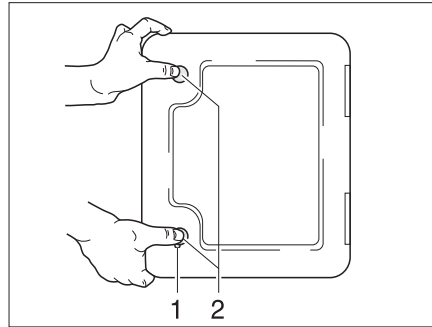

Fig. 32 Trampilla para el inodoro cassette
- Introducir la llave en el cilindro de cierre del cierre a presión (Fig. 32,1) y girarla un cuarto de vuelta.
- Presionar ambos cierres a presión (Fig. 32,2) al mismo tiempo con el pulgar y abrir la trampilla para el inodoro cassette.
- Introducir la llave en el cilindro de cierre (Fig. 32,1) y girarla un cuarto de vuelta.